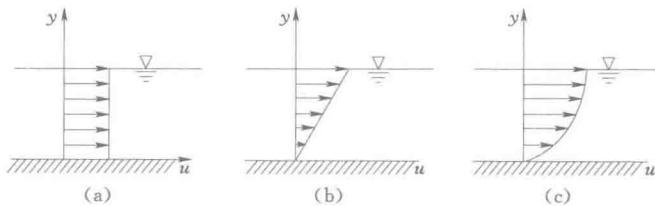

图 1-5
2. 已知液体中的流速分布 $u - y$ 如图 1-5 所示三种情况：(a) 矩形分布；(b) 三角形分布；(c) 抛物线分布。试定性地画出各种情况下的切应力分布图 $\tau - y$ 。